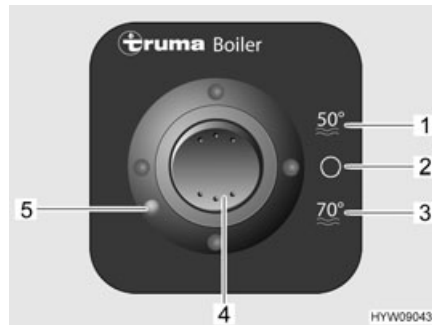

Fig. 96 Frontalino per funzionamento a gas (boiler Truma)
- Posizionare l'interruttore a levetta (Fig. 96,4) su "50 °C" (Fig. 96,1) o su "70 °C" (Fig. 96,3).
- Posizionare l'interruttore a levetta (Fig. 96,4) su "0" (Fig. 96,2).
- ▷ Quando è presente un guasto, la spia di controllo (Fig. 96,5) si illumina di rosso.
- Posizionare entrambi gli interruttori a levetta (Fig. 96,4 e Fig. 97,4) su "0".
- ▷ Quando è presente un guasto, entrambe le spie di controllo (Fig. 96,5 e Fig. 97,5) si illuminano di rosso.
- Posizionare l'interruttore a levetta per il funzionamento a gas (Fig. 96,4) e/o l'interruttore a levetta per il funzionamento 230 V (Fig. 97,4) su "0".